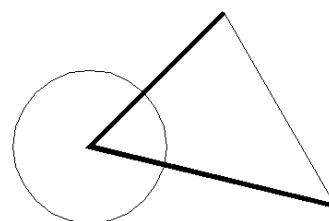

Рис. 8
5. Завершите построение повторным нажатием клавиши **ENTER** (либо правой кнопки "мыши") (рис. 8).